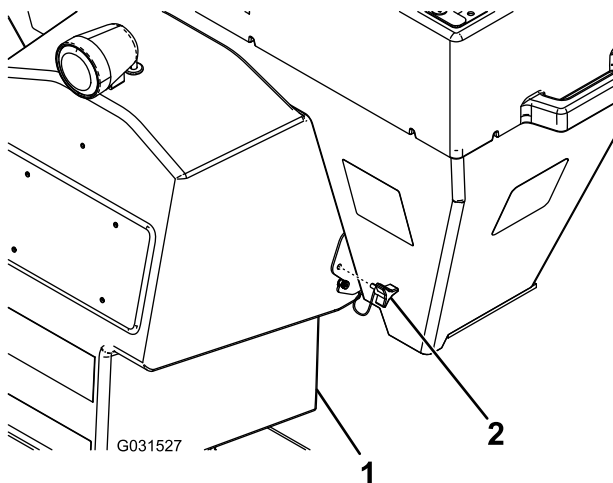

Bild 18
- Entfernen Sie die zwei Rändelschrauben, mit denen der Tellerstreuer am Füllkasten befestigt ist (Bild 18).
- Nehmen Sie die Rändelschrauben vom Tellerstreuer ab (Bild 18).
- Nehmen Sie den Tellerstreuer vom Füllkasten ab (Bild 18).